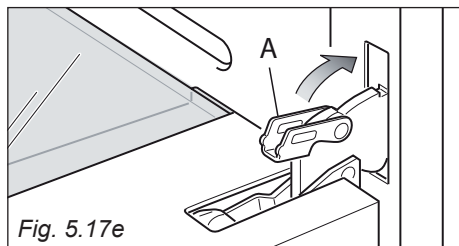

Fig. 5.17e
- Aprire completamente la porta del forno e richiudere la leva "A" delle cerniere destra e sinistra (fig. 5.17e).